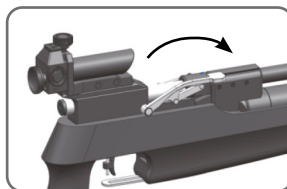

Fig. 5
3) Empuje el cerrojo hacia delante (fig. 5) hasta llevarlo a la posición inicial.